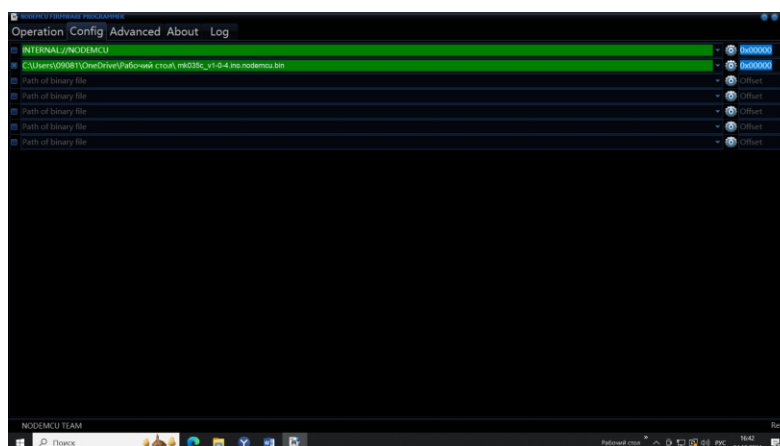

Рис.29
8.2.7 Запустите программу ESP8266Flasher. В окне "Config" в первой строке снимаем крестик (чекбокс), во второй строке ставим крестик, нажимаем мышкой "звездочку" и указываем на скачанный smart_0350_vx.x.x.ino.nodemcu.bin файл в компьютере. Указываем начальный адрес 0x00000 см. рис.29.